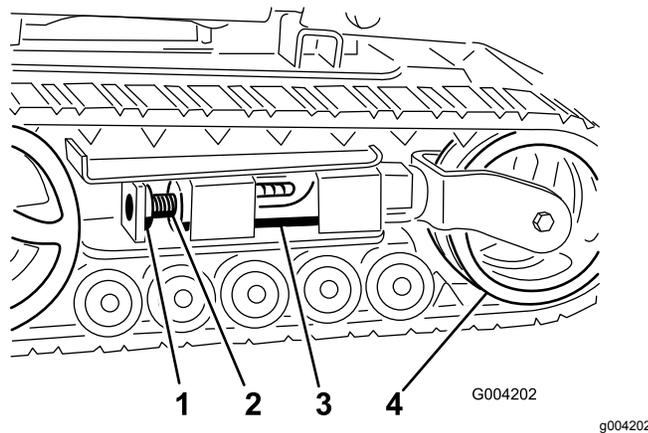
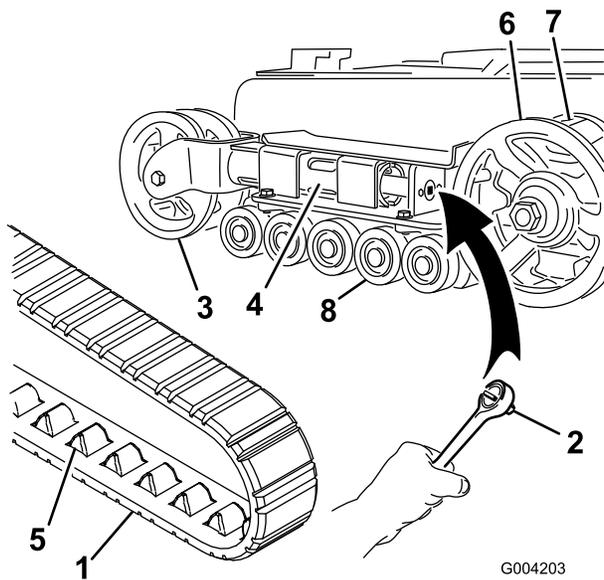
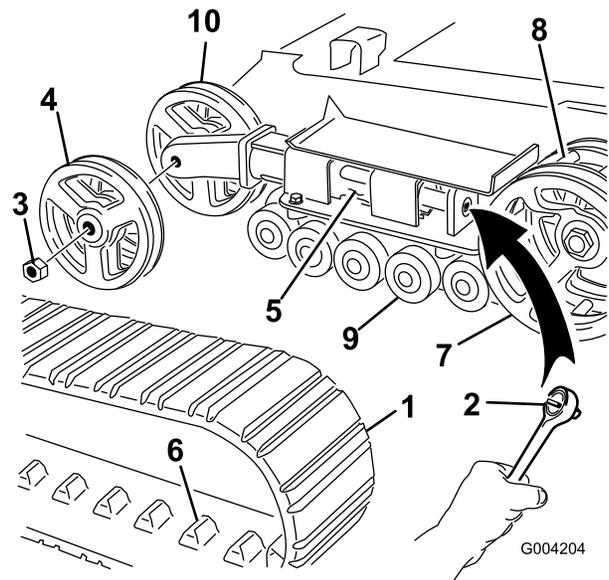

Bild 45
Bild 46
Bild 47
4. Entfernen Sie die Befestigungsschraube und Mutter (Bild 45).
6. Richten Sie die am nächsten liegende Kerbe in der Spanschraube mit dem Loch der Befestigungsschraube aus und befestigen Sie die Schraube mit der Befestigungsschraube und Mutter (Bild 45).
Hinweis: Sie haben Schmalspurketten, wenn die vorderen Spannungsräder an der Innenseite einer Gabel am Ende des Spannungsrohrs montiert sind (Bild 46).
5. Lösen Sie die Antriebsspannung mit einer Ratsche (1/2"), indem Sie die Spanschraube nach rechts drehen (Bild 45 und Bild 46).
6. Drücken Sie das Spannrad zur Rückseite der Maschine, um den Druckschlauch gegen den Rahmen zu bewegen (Bild 46).
8. Wenn Sie die Kette vom Spannrad entfernt haben, entfernen Sie sie auch vom Antriebsrad und den Straßenrädern (Bild 46).
9. Legen Sie die neue Kette, beginnend beim Antriebsrad, um das Rad und stellen Sie sicher, dass die Stollen an der Kette zwischen die Zahnräder am Kettenrad passen (Bild 46).
10. Drücken Sie die Kette unter und zwischen die Straßenräder (Bild 46).
Hinweis: Sie haben Breitspurketten, wenn die vorderen Spannungsräder an der Seite am Ende des Spannungsrohrs montiert sind (Bild 47).
5. Lösen Sie die Antriebsspannung mit einer Ratsche (1/2"), indem Sie die Spannschraube nach rechts drehen (Bild 45 und Bild 47).
6. Drücken Sie das Spannrad zur Rückseite der Maschine, um den Druckschlauch gegen den Rahmen zu bewegen (Bild 47).
7. Nehmen Sie die Mutter ab, mit der das äußere Spannrad befestigt ist. Nehmen Sie das Rad ab (Bild 47).
8. Nehmen Sie die Kette ab (Bild 47).
9. Nehmen Sie die Mutter ab, mit der das innere Spannrad befestigt ist. Nehmen Sie das Rad ab (Bild 47).
13. Setzen Sie das innere Spannrad ein und befestigen Sie es mit der vorher abgenommenen Mutter (Bild 47).
15. Montieren Sie die neue Kette. Achten Sie darauf, dass die Stollen in der Kette zwischen die Zahnräder in der Mitte des Antriebsrads passen (Bild 47).
16. Setzen Sie das äußere Spannrad ein und befestigen Sie es mit der vorher abgenommenen Mutter (Bild 47).
6. Setzen Sie die eingefettete Straßenradkappe auf den Schraubenkopf (Bild 46).
7. Befestigen Sie die Straßenradkappe mit dem Sprengring (Bild 46).